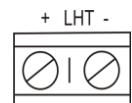

Рисунок 2
- e) подключить клеммы оповещателя (рисунок 2) к источнику питания в соответствии с выбранной схемой подключения.